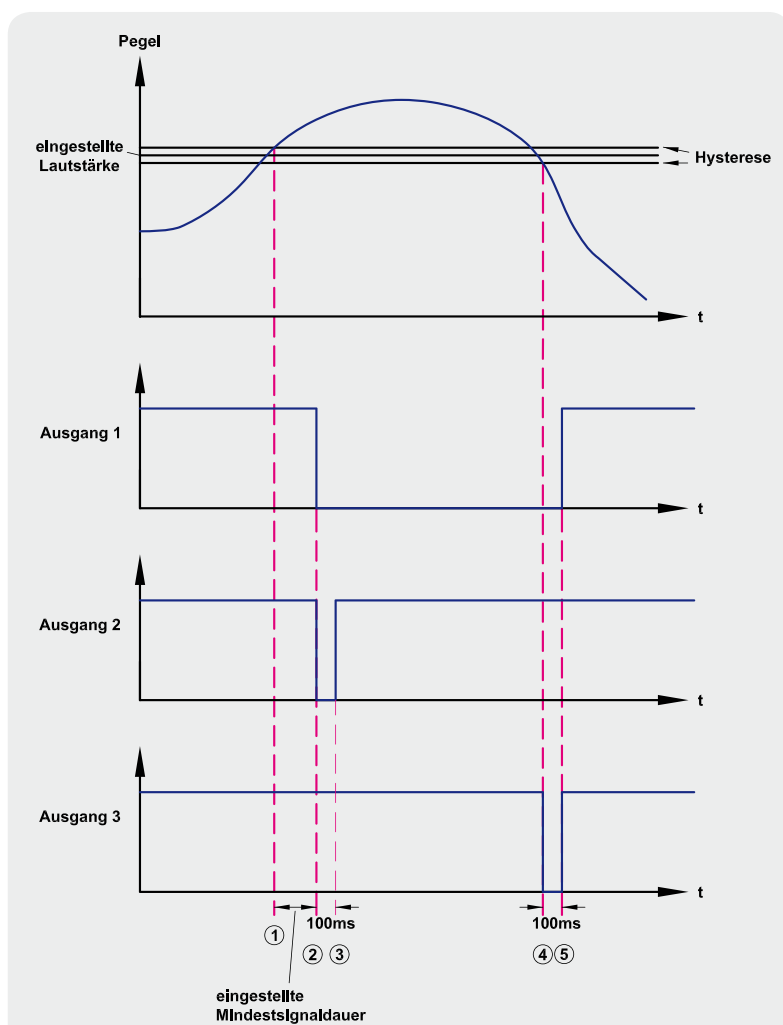

Bild 1: Das Schaltverhalten der Schaltausgänge entsprechend des Geräuschverlaufs
Die 3 Open-Drain-Ausgänge werden entsprechend Bild 1 geschaltet. Überschreitet der Pegel des Audiosignals die eingestellte minimale Lautstärke (1), beginnt der GDS1 mit der Zeitmessung. Verbleibt der Signalpegel für die Zeit der eingestellten minimalen Signaldauer oberhalb der Lautstärkeschwelle, werden die Ausgänge 1 und 2 gegen Masse gezogen (2). Nach weiteren 100 ms wird der Ausgang 2 wieder geöffnet (3). Unterschreitet der Pegel des Audiosignals nun wieder die eingestellte minimale Lautstärke, wird zunächst der Ausgang 3 gegen Masse gezogen (4). Nach weiteren 100 ms werden der Ausgang 3 und auch der Ausgang 1 wiederum geöffnet (5).